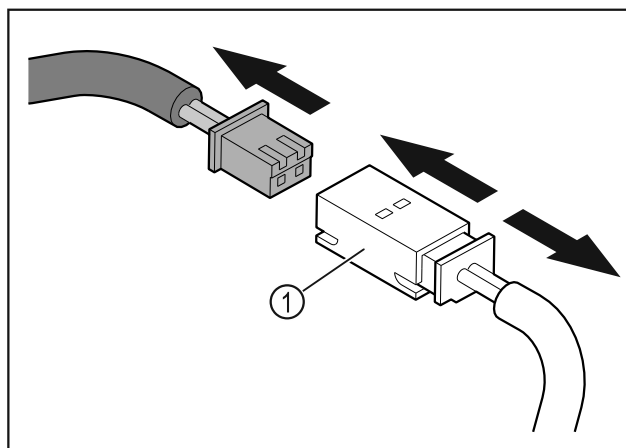

Fig. 13
- ▶ Nxirrni nga foleja spinën dhe bashkuesen e spinës Fig. 13 (1).